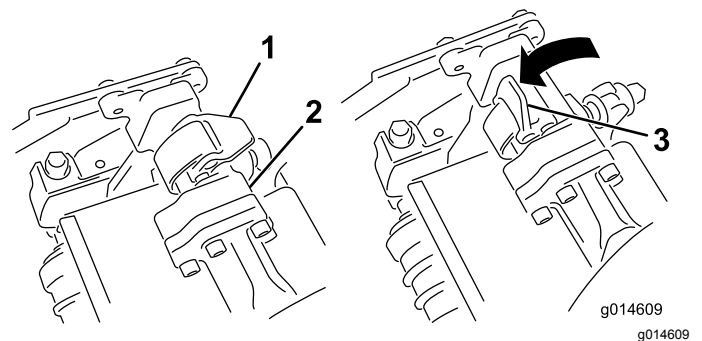
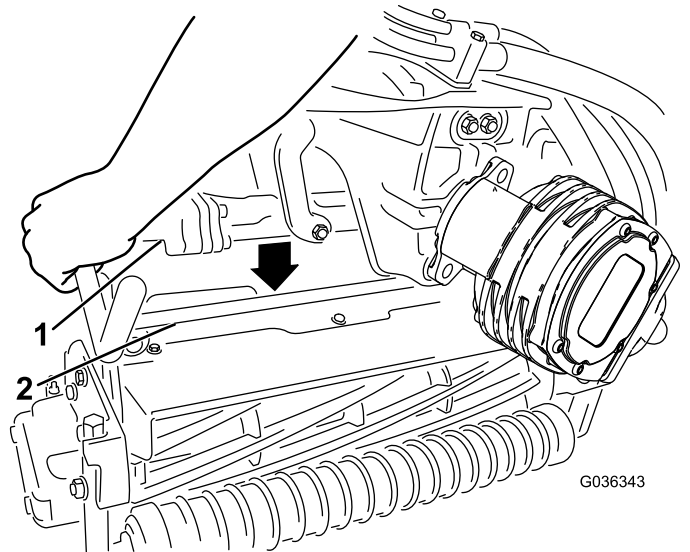

图52
图53
5. 向下并绕着滚刀组横杆关闭门锁将它们锁定到位 图52。
4. 当悬挂臂杆上的门锁指向上方即打开时 图52 向下压悬挂臂使悬挂臂杆与滚刀组上方的支架相契合 图53。
5. 打开您正在拆下的滚刀组悬挂臂上的门锁 图52。